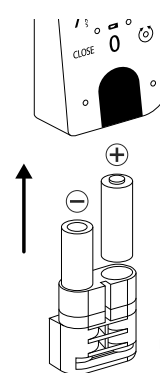

Fig. 9
③ Insérez deux nouvelles piles. Faites attention à la polarité correcte selon le dessin à droite (Fig. 9).